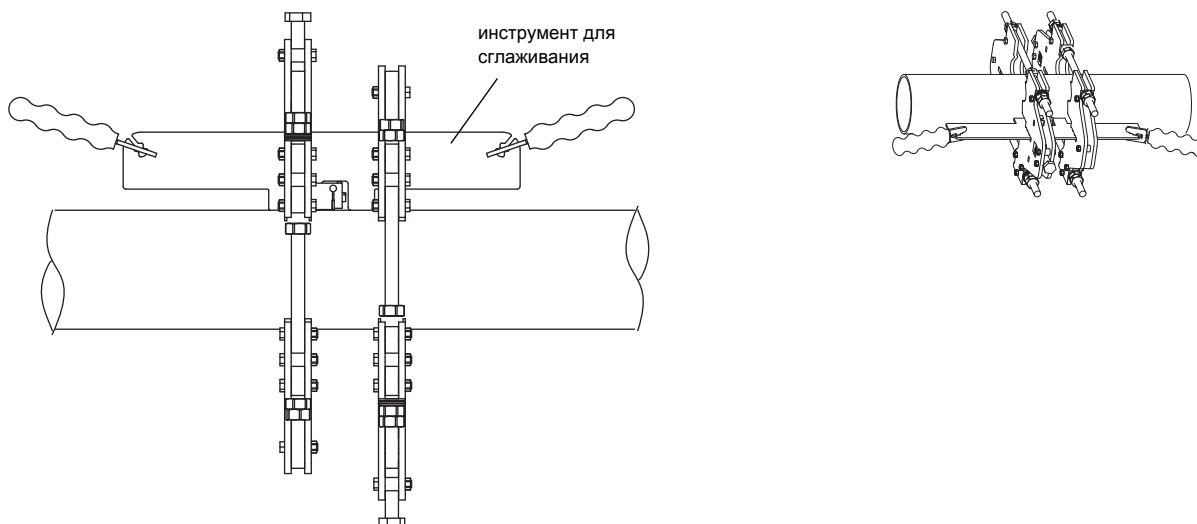

Рис. 3.6: Сглаживание поверхности трубы на месте измерения с помощью инструмента для сглаживания
Поверхность трубы сглаживается с помощью инструмента для сглаживания из комплекта поставки (смотри Рис. 3.6). Тщательным сглаживанием места измерения достигается надежный и стабильный акустический контакт между стенкой трубы и стыковочной пластиной.
- Вставьте инструмент для сглаживания в прорези для стыковочных пластин креплений к трубе (смотри Рис. 3.6).